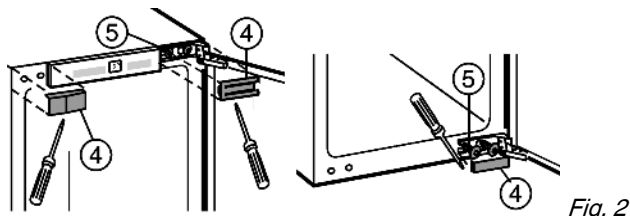

Fig. 2
- Løft afdækningsdele Fig. 2 (4).
- Montageskruer Fig. 2 (5) løsnes kun.
- Montageskruer Fig. 2 (5) foroven og fornedet flyttes til den modsatte side.
- Apparatets dør hænges ind i de formonterede montageskruer Fig. 2 (5).
- Spænd montageskruerne Fig. 2 (5).
- Afdækningsdele Fig. 2 (4) monteres igen.